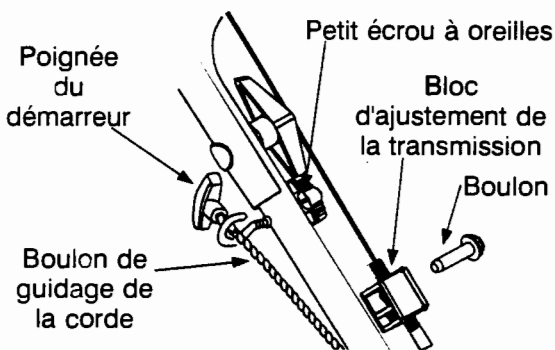

Figure 5
- Maintenez le bloc d'ajustement de la transmission avec le boulon que vous venez d'enlever. Voir la Figure 5.
- Débranchez le fil de la bougie et mettez-le à la masse en suivant les instructions de la notice d'utilisation du moteur, puis pressez la poignée de commande de la lame contre le guidon supérieur et tirez sur la corde du démarreur. Faites alors sortir la corde du démarreur du moteur. Tenez le guide de la façon représentée pour que son ouverture soit orientée vers l'avant de la tondeuse. Glissez le guide autour de la corde du démarreur et dans le côté droit du guidon inférieur, en utilisant le trou représenté. Attachez l'ensemble avec l'écrou à oreilles. Voir la Figure 5.